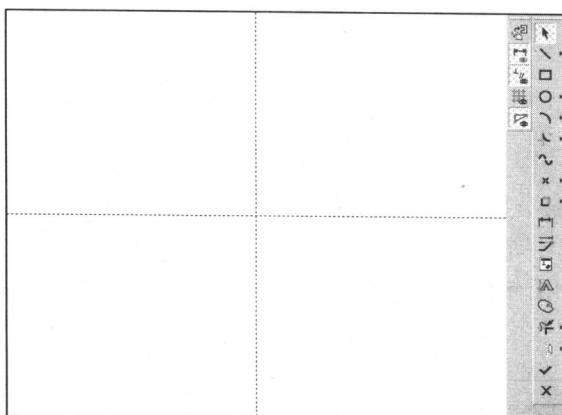

图 1-7 草绘环境
(7) 在“草绘”对话框中单击“草绘”**草绘**按钮，在工作视图的右侧会显示出“草绘”工具栏。此时进入草绘环境，如图 1-7 所示。